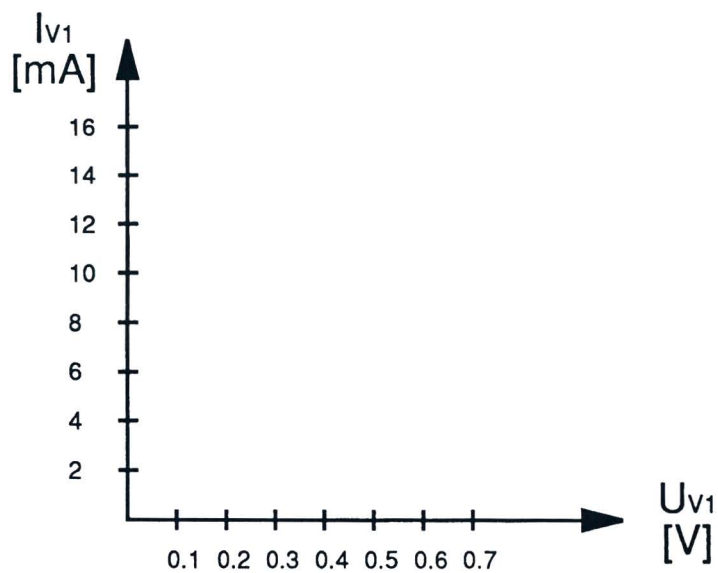

Fig. 1.4
- 11) Representar la curva de la característica del diodo polarizado directamente en la Fig. 1.4.